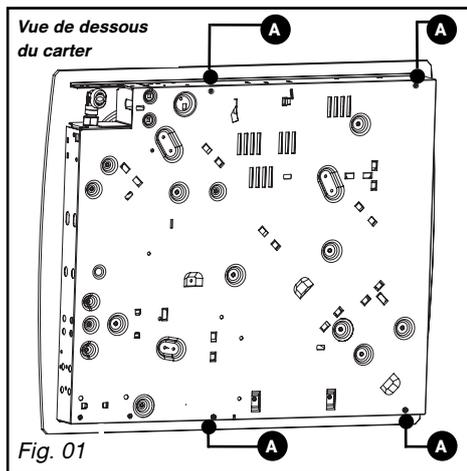
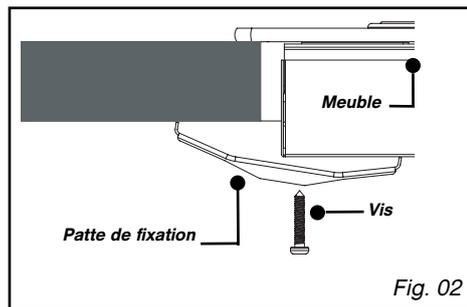

Fig. 01
Fig. 02
Se conformer au croquis (Fig. 01).
– Pour assurer l'étanchéité entre le carter et le plan de travail, collez le joint mousse **sur le pourtour extérieur du carter** (Fig. 02).
- Vous pouvez immobiliser, si vous le désirez, la table au moyen de pattes de fixation livrées avec leur vis (Fig. 02) se fixant aux coins du carter. **Utilisez impérativement les trous prévus à cet effet suivant le dessin ci-dessus (Fig. 01).**